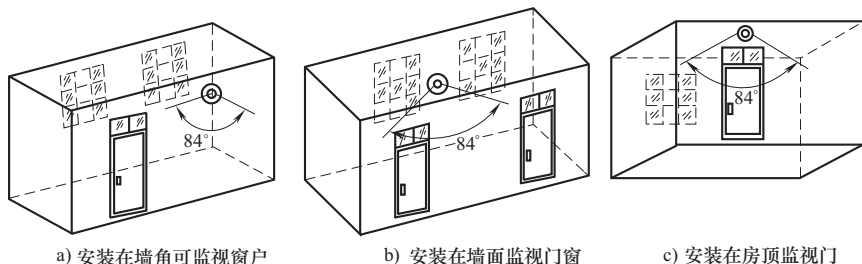

图 9-14 被动式红外探测器的布置
(3) 布置时，要注意探测器的探测范围和水平视角。如图 9-14 所示，可以安装在顶棚上（也是横向切割方式），也可以安装在墙面或墙角，但要注意探测器的窗口（透镜）与警戒的相对角度，防止出现“死角”。